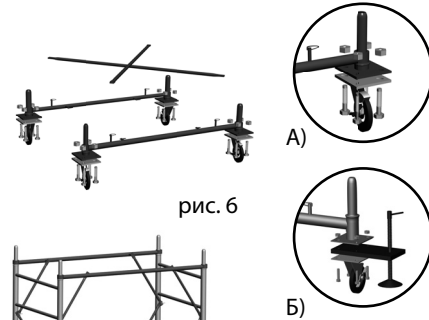

рис. 6
- Поворотные колеса (4) при помощи комплекта крепежа колес (12) присоединить к гантели базы (2) (рис. 6 А). В данном случае нет необходимости использовать балку базы (1) и нижние опоры базы (3).
- Для придания большей устойчивости вышки, можно использовать съемную винтовую опору (14), (в стандартный комплект не входит) соединив ее с гантелью базы и поворотным колесом (рис. 6 Б).
- На верхние флажковые замки гантели базы, установить стяжки базы (5) (рис. 6).